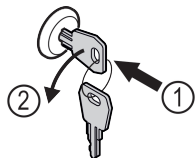

Fig. 124
- ▶ Sleutel erin duwen. Fig. 124 (1)
- ▶ Sleutel 90° linksom draaien. Fig. 124 (2)